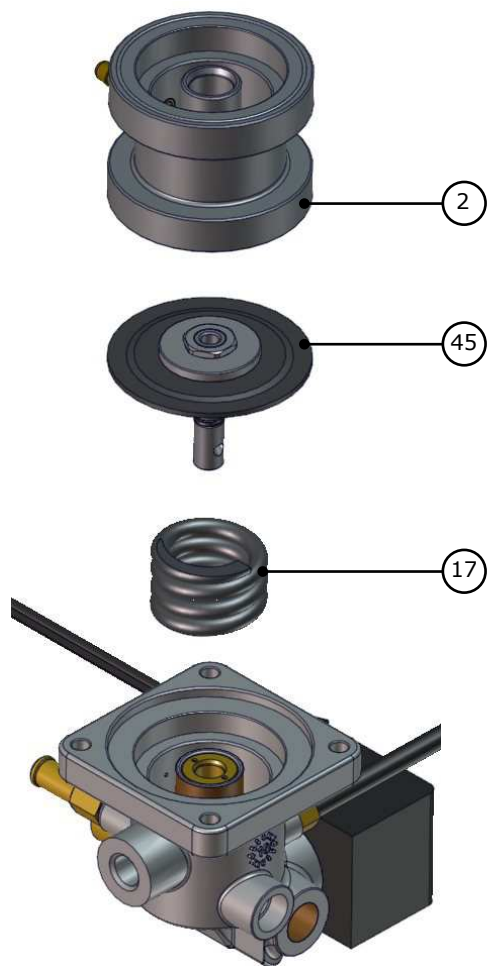

Fig. 3
- 3)** Sfilare il corpo (2), sfilare il gruppo membrana (45) e la molla (17), (fig.3);
*Disassembly the body (2), extract the diaphragm group (45) and extract the spring (17), (fig.3);*